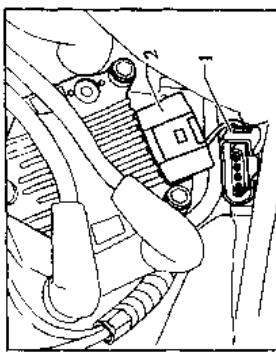

图 1-24 点火线圈插头拔下
- 如图 1-24 所示,拔下点火线圈(N152)2 上的 4 针插头 1。